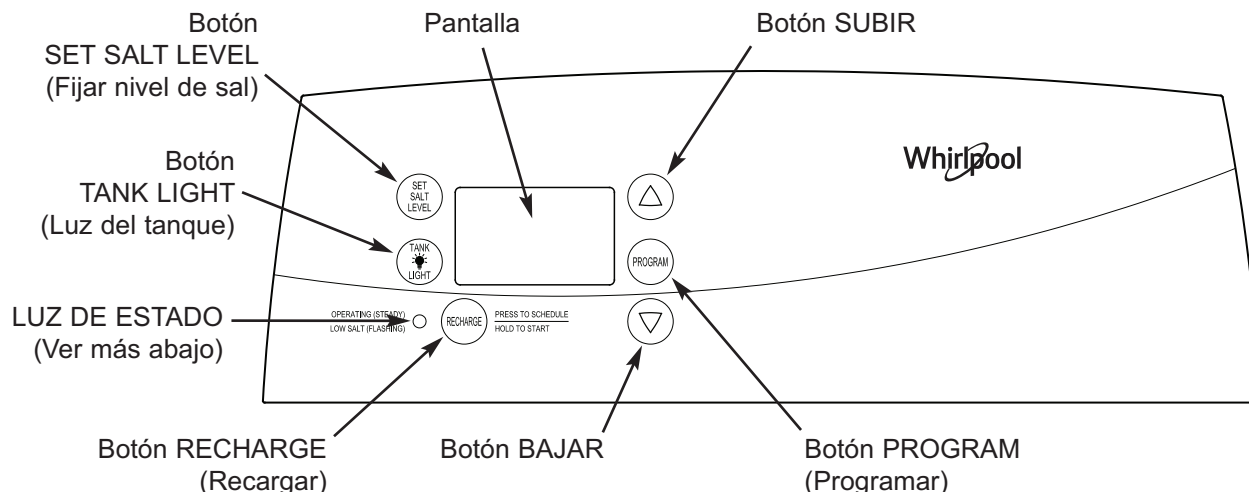

FIG. 15
5. Inicie un ciclo de regeneración; para ello mantenga oprimido por 3 segundos el botón REGENERATION (regeneración) (vea la Fig. 15 en la página 13). Comenzará a funcionar el motor de la válvula y esta avanzará a la posición "Fill" (llenado).